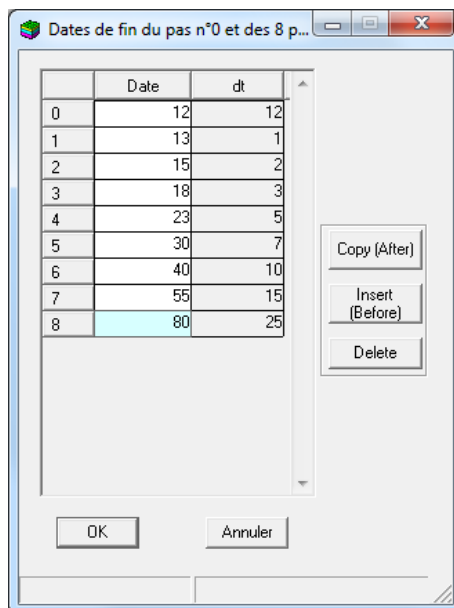

Figure 59 – Définition par tableur des dates de fin de pas de temps.
- Par un tableur intégré (sous forme décimale), ce qui est pratique uniquement si le nombre de pas de temps n'est pas trop grand (par exemple 20 ou 50 pas de temps : Figure 59).